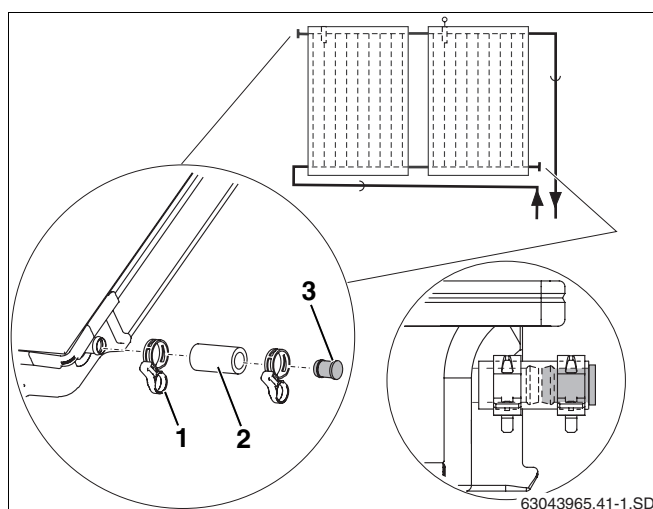

Fig. 43 Montaggio del tappo cieco e della fascetta elastica
- Infilare il tubo di gomma 55 mm per solare (fig. 43, **pos. 2**), con tappo cieco già montato, sui due attacchi liberi del campo di collettori.